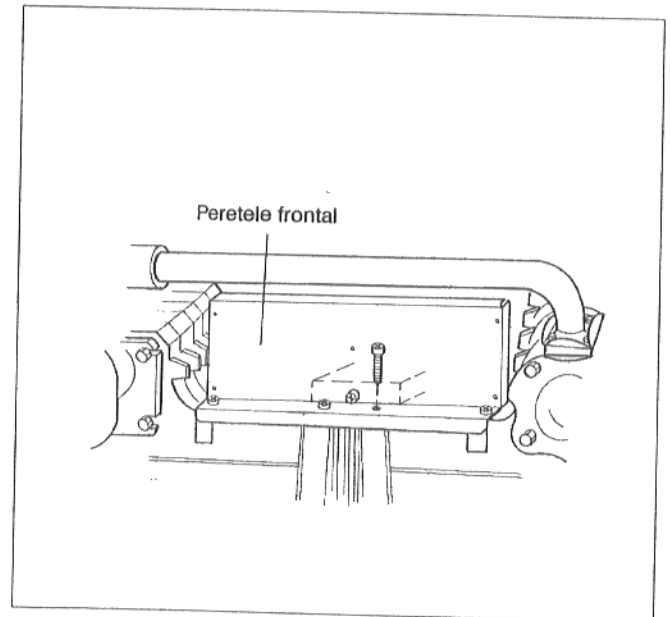

Fig. 16: Partea frontală a blocului cazanului
- Peretele frontal se va presa pe piulițele colivie și se vor înfileta ușor cu cele 4 șuruburi de tablă (lungi) (Fig. 16).
- Partea de mijloc se va înșuruba din față (Fig. 16).